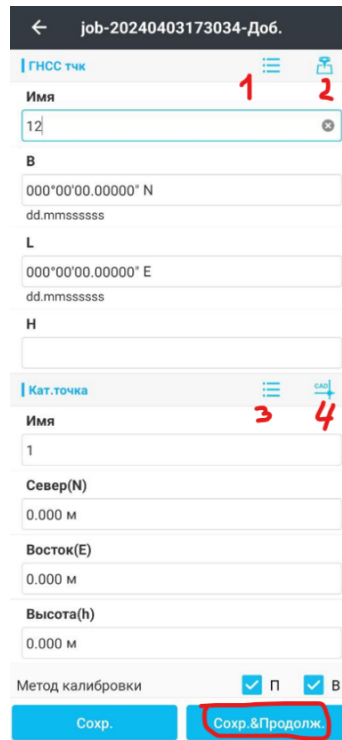

Рисунок 4.1.3
3. **В строке ГНСС точка выберете** из списка измеренную, в строке Кат. точка выбрать из списка эту же точку с каталожными координатами и нажать Сохранить и продолжить (Рисунок 4.1.3).